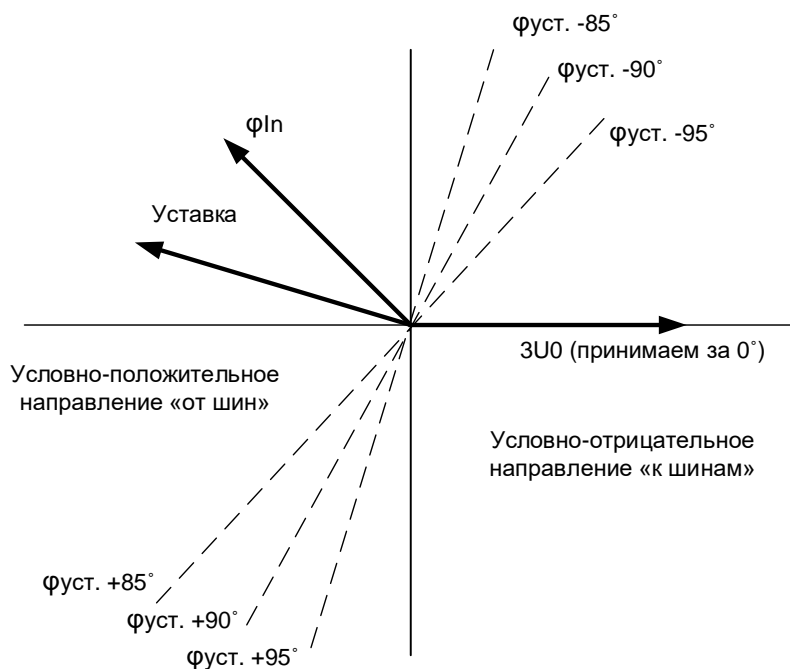

Рисунок 3.1 – Векторная диаграмма определения направления мощности
4. Определяет направление мощности. Для определения направления мощности при аварийных замыканиях на землю осуществляется измерение угла фазового сдвига между измеренным напряжением $3U_0$ и первой гармоникой тока нулевой последовательности I_n . Измеренное значение угла сравнивается с уставкой в момент срабатывания одной из ступеней индикации: I_n , I_n5 , $3U_0$ (рисунок 3.1). На рисунке 3.1 показана ширина сектора срабатывания 180 град. При необходимости она может быть увеличена, и составлять 210 ... 260 град.